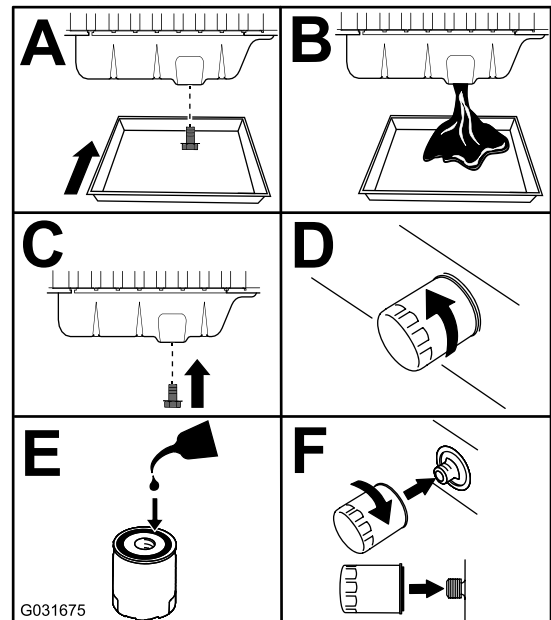

Figure 89
3. Vidangez l'huile moteur et remplacez le filtre à huile (Figure 89).